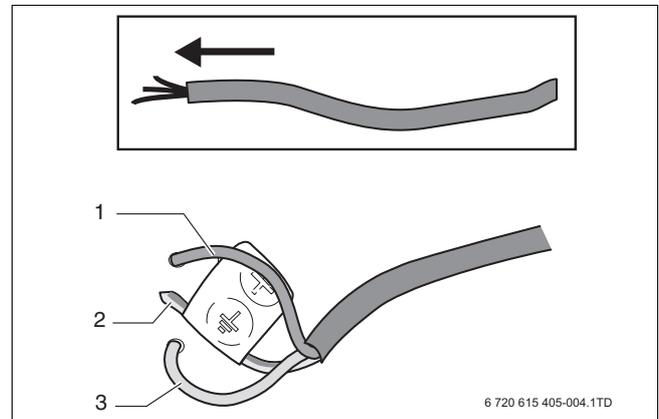

Fig. 41 Cavo di rete
- ▶ Collegare il cavo di rete all'interruttore di rete (→ fig. 41).